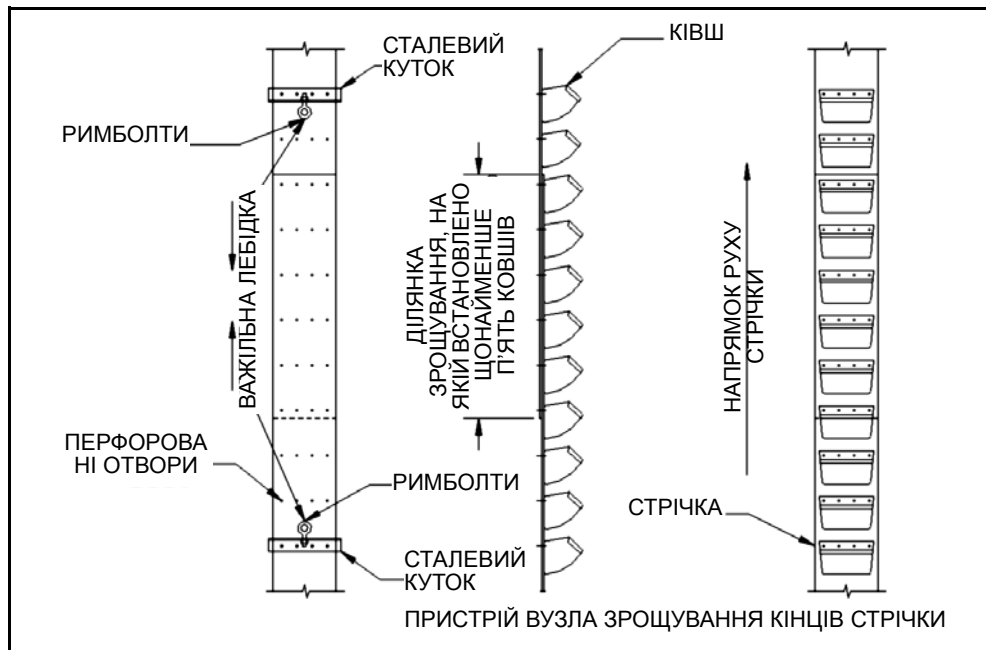

Рис. 3.11
9. Другий сталевий куток потрібен для того, щоб прикріпити його до стрічки і за допомогою нього і важільної лебідки підтягувати стрічку за обидва кінці до тих пір, поки не буде прибрана слабина натягу стрічки, і отвори в стрічці для кріплення ковша можна буде поєднати один з одним. Перфоровані отвори для кріплення ковша можуть використовуватися для з'єднання кінців стрічки один з одним за допомогою болтів. Для зрощування кінців стрічки слід використовувати болти для кріплення ковша збільшеної довжини. Ці болти також забезпечують надійне кріплення ковшів на ділянці зрощування кінців стрічки. Довжина ділянки зрощування кінців стрічки нахлестом має бути достатньою для встановлення на ньому 5 ковшів (Рис. 3.11). За можливості слід підвісити стрічку на 24 години, щоб вона змогла розтягнутися.